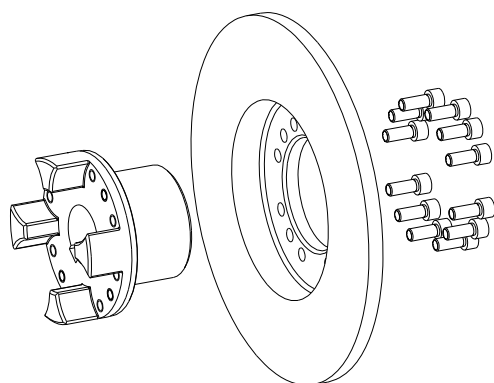

figura 5
- Monte el manguon FN con el tambor de freno/disco de freno. Apriete los tornillos con un par apropiado de acuerdo a los pares de apriete T_A (ver figura 5).